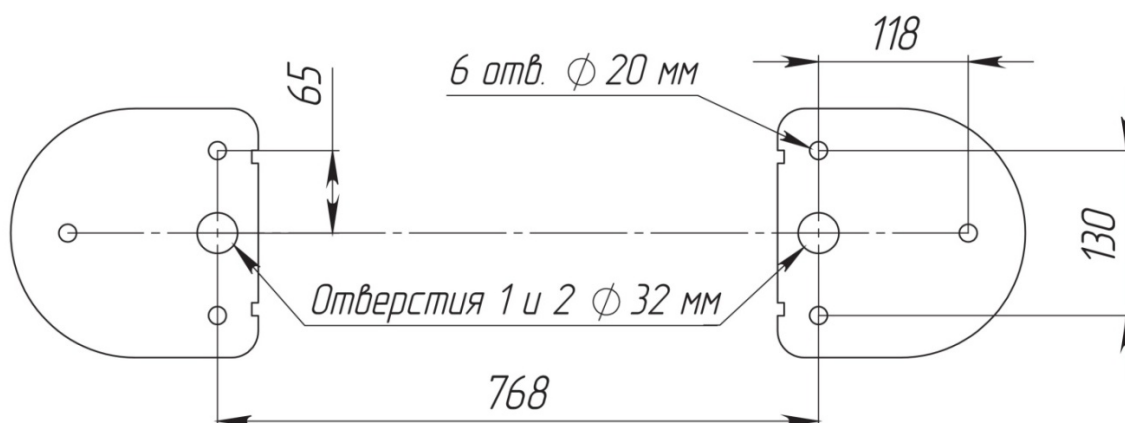

Рис. 7 Установочные размеры
4.2.3. По установочным размерам (Рис. 7), подготовьте 6 отверстий диаметром 20мм в полу под анкера крепления стойки турникета. Расположение монтажных отверстий относительно внешних габаритов турникета представлено в Приложении 4. Глубина закладного отверстия должна превышать длину анкера на 5мм. Вставьте анкера в отверстия.
4.2.4. Подводка кабелей производится через отверстие 1 или 2 (Рис. 7) в нижних плитах стоек турникета.
производится через отверстия 1 или 2 в нижних плитах стоек. В верхней части – через отверстие диаметром 32 мм, показанное на (Рис. 7). Закрепите кабели кабельными стяжками.